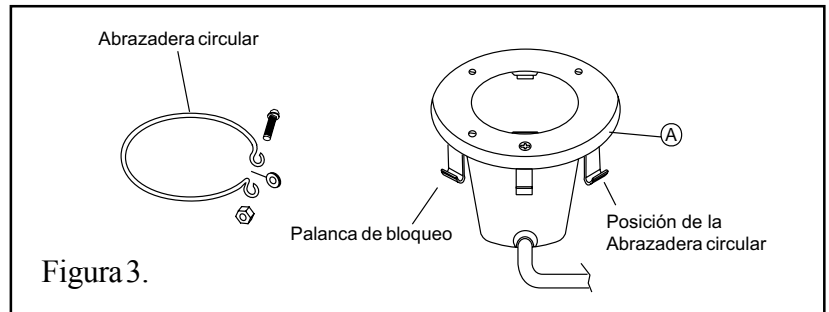

Figura 3.
2. Con las puntas dobladas de la abrazadera circular de uni-tensión apuntando hacia abajo, abra la abrazadera y colóquela en las ranuras en «U» de las palancas de bloqueo. Cerciórese de que las puntas dobladas de la abrazadera estén ubicadas entre el par de palancas de bloqueo como se muestra en la figura 3, ubicación A. Verifique que la abrazadera esté empotrada adecuadamente con todas las palancas.